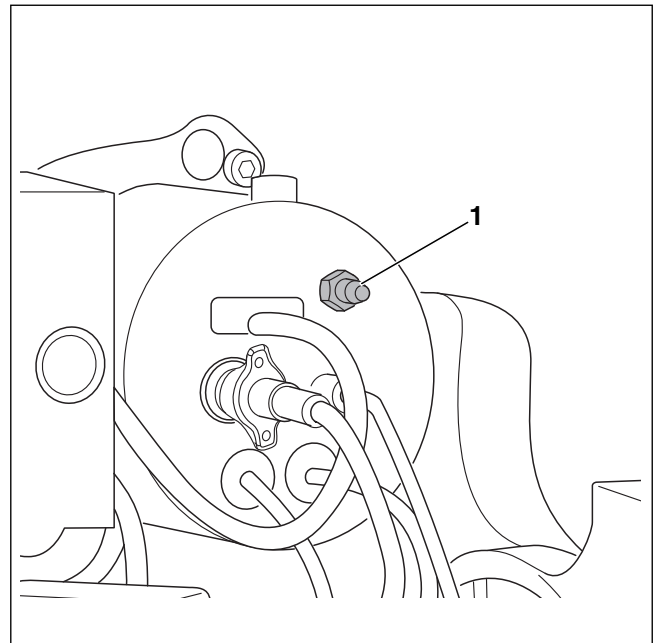

Bild 35 Messstelle für den statischen Gebläsedruck
- ▶ Messgerät für statischen Gebläsedruck an die Druckmessdüse (→ Bild 35, [1]) anschließen.